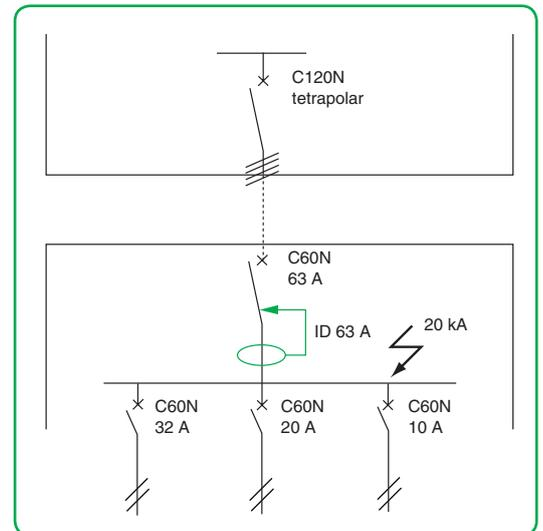

Fig. 5.44. Solución propuesta para una correcta coordinación entre interruptores automáticos y diferenciales.
- Se escogerá un interruptor tipo C60N (instalado en serie y aguas arriba del ID) para proteger al diferencial de un posible cortocircuito en las barras de entrada del cuadro secundario. En las tablas anteriores observamos que la resistencia a los cortocircuitos del ID de 63 A asociado con un C60N (aguas arriba) es de 20 kA, lo cual sí es correcto (fig. 5.44).